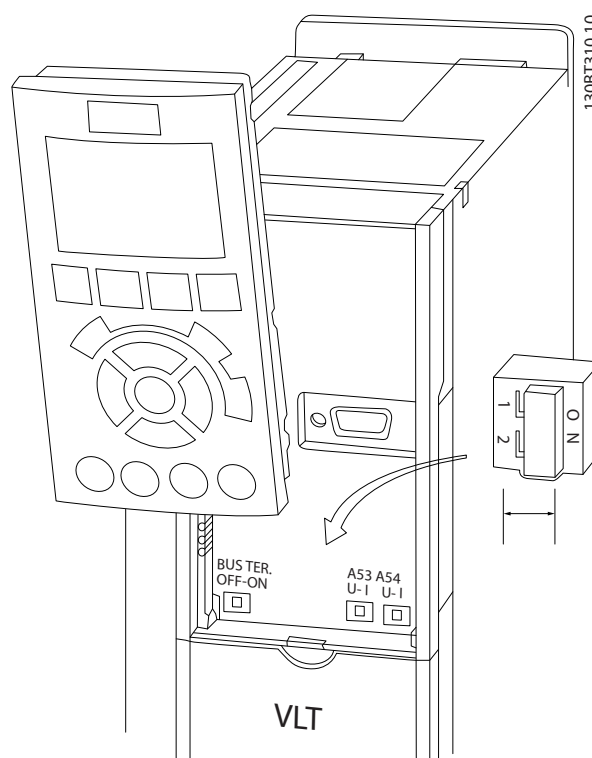

Ilustración 2.31 Ubicación de los interruptores y del interruptor de terminación de bus de los terminales 53 y 54
- Puede accederse a los conmutadores cuando se ha retirado el LCP (véase la *Ilustración 2.31*).